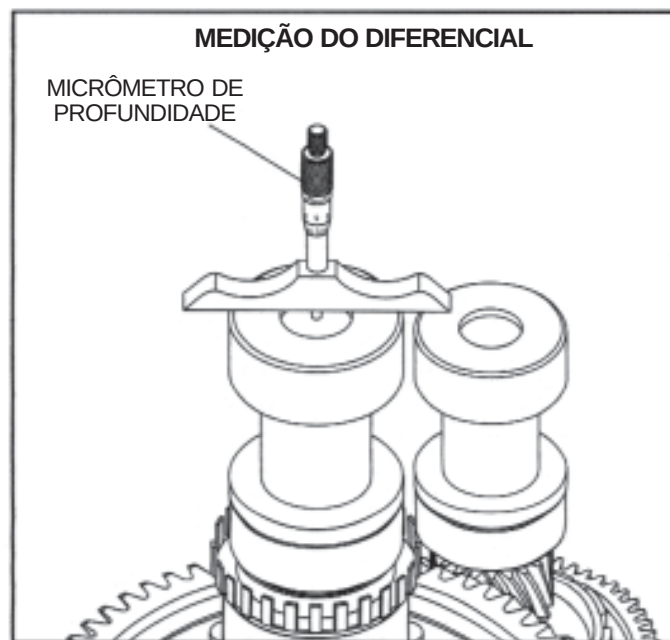

Figura 141
60. Faça a medição da profundidade do êmbolo na ferramenta especial para rolamento da caixa do diferencial (307-417), utilizando um micrômetro de profundidade (Vide Figura 141).